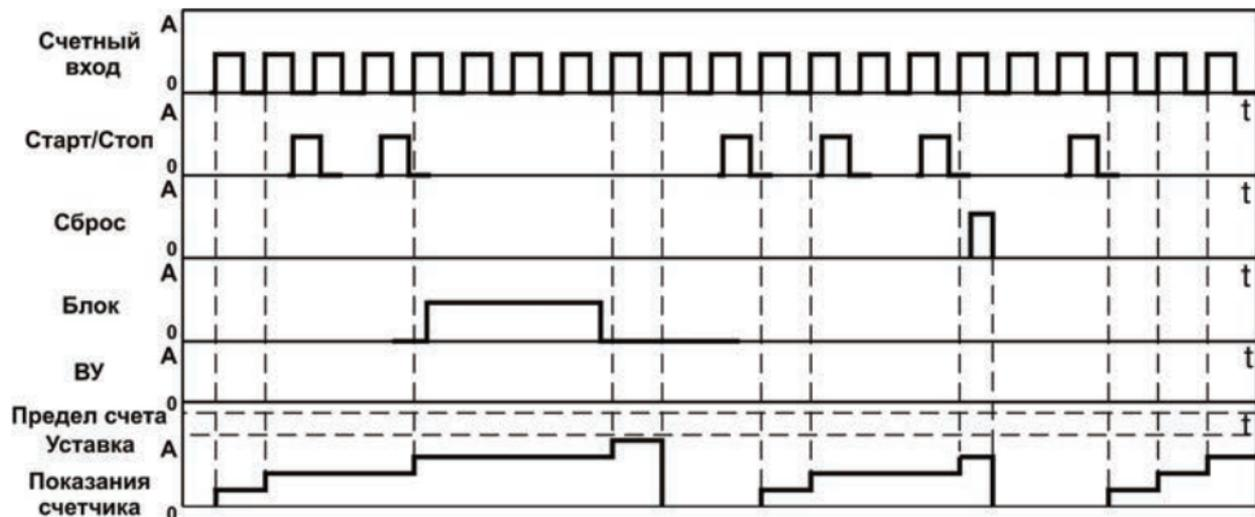

Рисунок 3.9
- тип работы по сигналу «Сброс» – «Сбросить счетчик и ждать сигнала «Старт» ($rSt = StOP$) (рисунок 3.9).